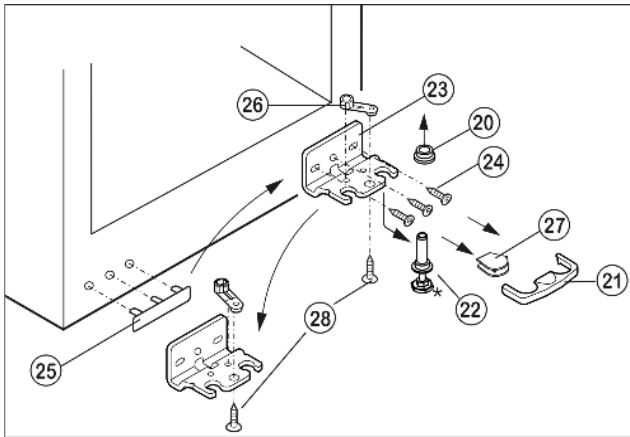

Fig. 5
- ▶ Enlever le dispositif Fig. 5 (21) d'arrêt vers l'avant.
- ▶ Enlever le cache Fig. 5 (27) en bas.\*
- ▶ Visser entièrement le pied réglable Fig. 5 (22).
- ▶ Enlever le pivot Fig. 5 (22) vers le bas et vers l'avant. Ce faisant, respecter la douille de charnière Fig. 5 (20).
- ▶ Dévisser le support d'appui Fig. 5 (23) (3 x Torx 25) Fig. 5 (24).
- ▶ Dévisser l'élément pivotant Fig. 5 (26) (1 x vis Torx 25) Fig. 5 (28) et le replacer dans le logement opposé de la charnière, puis le revisser.
- ▶ Soulever avec précaution le cache Fig. 5 (25) du côté poignée et le déplacer.
- ▶ Revisser le support d'appui Fig. 5 (23) sur le nouveau côté de la charnière le cas échéant à l'aide d'un tournevis électrique.
- ▶ Mettre le cache Fig. 5 (27) sur le côté opposé.\*
- ▶ Le dispositif d'arrêt (21) doit s'enclencher latéralement sur la charnière afin de protéger les pivots d'appui et la porte.
- ▶ Replacer le dispositif d'arrêt (21) sur la charnière.
- ▶ Remettre en place la douille de charnière Fig. 5 (20).
- ▶ Placer la porte par le haut sur le pivot inférieur Fig. 5 (22).
- ▶ Aligner éventuellement la porte par rapport aux deux trous oblongs du support d'appui inférieur Fig. 5 (23) pour qu'elle affleure avec l'habillage de l'appareil. Pour cela, dévisser les vis centrales.